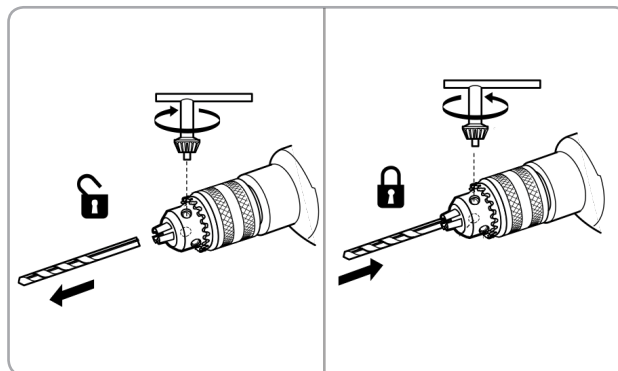

Fig.6
- Verificați dacă burghiul este bine fixat. Fig 6
- Faceți un scurt test lăsând mașina să funcționeze în gol pentru scurt timp. Fig 6